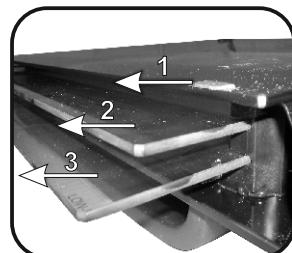

Abbildung 6
- \* Für Pyrolyse Backöfen entfernen Sie bitte auch das 2. und 3. Backofenglas. (Abbildung 6)